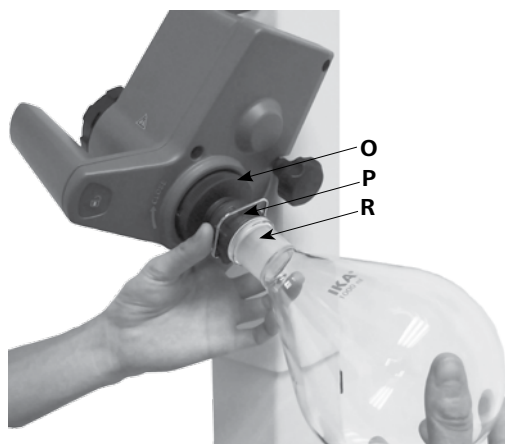

Fig. 15a
- Placer le ballon d'évaporation (R) sur le tube de vapeur. (Fig. 15a)